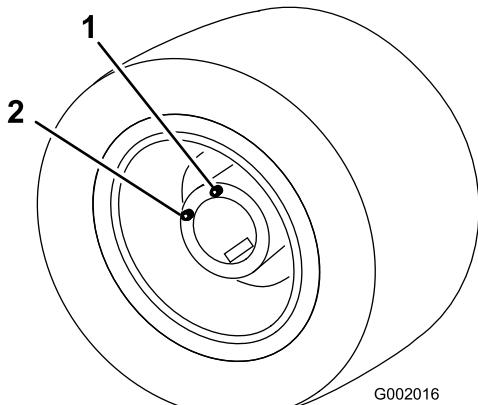

Figura 50
- Mueva el vehículo lentamente hasta que la rueda quede posicionada para el llenado, según muestra Figura 50.